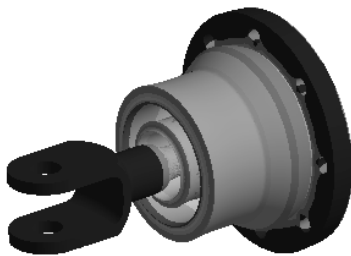

图 7.10.9 应力结果图解
(1) 求解分析。在顶部工具栏中单击  **Solve** 按钮求解分析。
(2) 查看应力结果图解。在“Outline”窗口中选中  **Equivalent Stress**，查看图 7.10.9 所示的应力结果，其最小应力为 1.727×10^{-4} MPa，其最大应力为 1428.3 MPa。